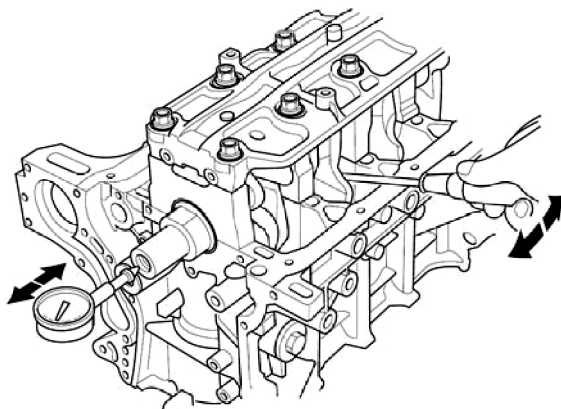

图 8-11 测量曲轴轴向间隙
4) 如图 8-11 所示, 将曲轴完全推离百分表, 使百分表顶住曲轴端部并调零。然后将曲轴完全拉向百分表, 百分表的读数不能超出维修极限 (0.45mm)。